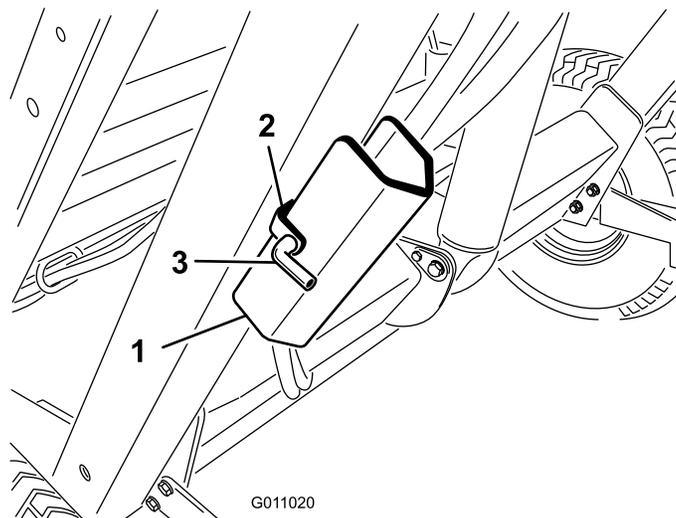

図 25
2. スイーパーのフレームについている格納ブラケットに安全サポートを固定しているヘアピンコッターとピンを抜き取る 図 25。安全サポートを外す。